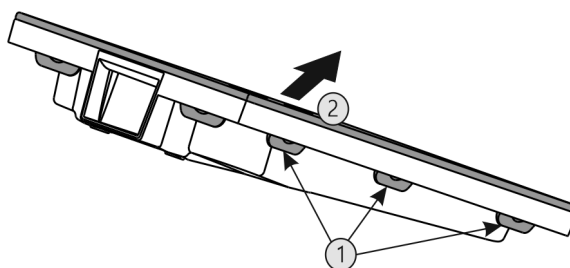

Fig. 82
- ▶ Vse spono Fig. 82 (1) pritisnite drugo za drugo in odstranite pokrov Fig. 82 (2).